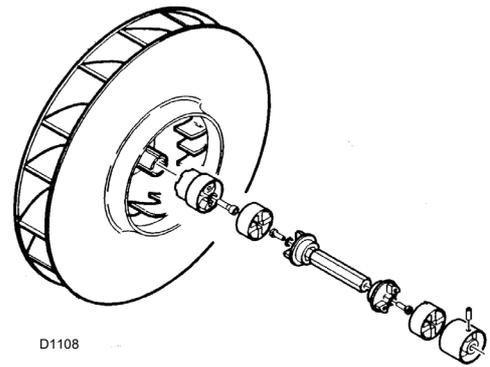

Abb. 31
**Eventueller Austausch von Pumpe und/oder Kupplungen (Abb. 31)**
Die Montage unter Bezugnahme auf die Angaben in den Abbildungen (Abb. 31) vornehmen.